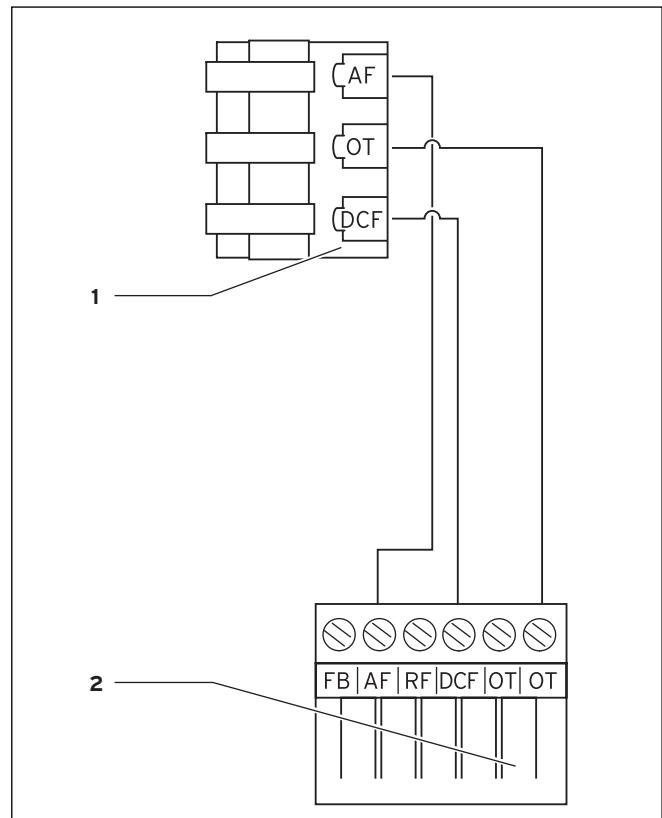

Рис. 5.3 Электроподключение наружного датчика VRC 9535
- ⇒ Подключите соединительный кабель к клеммнику наружного датчика согласно рис. 5.3.
- ⇒ Подключите соединительный кабель 6-полюсному краевому штекеру согласно рис. 5.3.